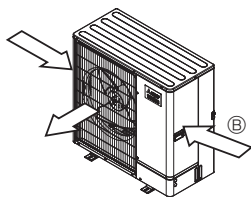

Fig. 2-4
- ③ Jeśli to możliwe, należy tak ustawić jednostkę zewnętrzną, aby kierunek wylotu powietrza był prostopadły do kierunku wiatru w danej porze roku. (Fig. 2-4).